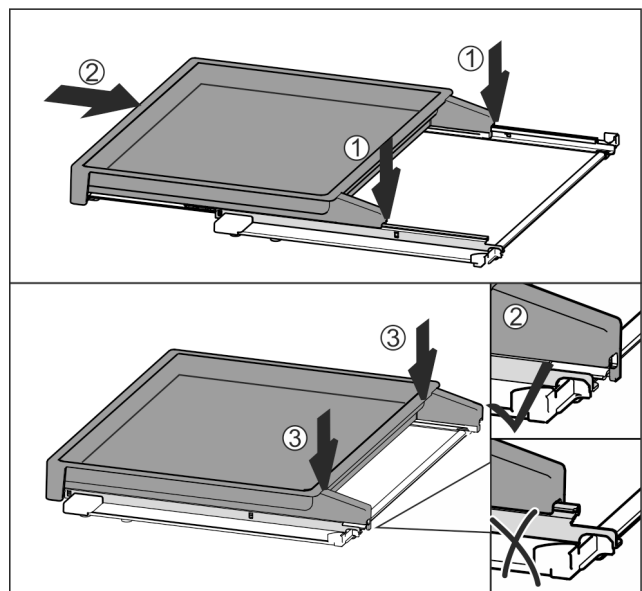

Fig. 155
- La poser au centre sur les rails Fig. 155 (1).
- Insérer complètement la bordure télescopique Fig. 155 (2).
- Appuyer sur sa partie arrière jusqu'à ce qu'elle s'enclenche de manière audible Fig. 155 (3).